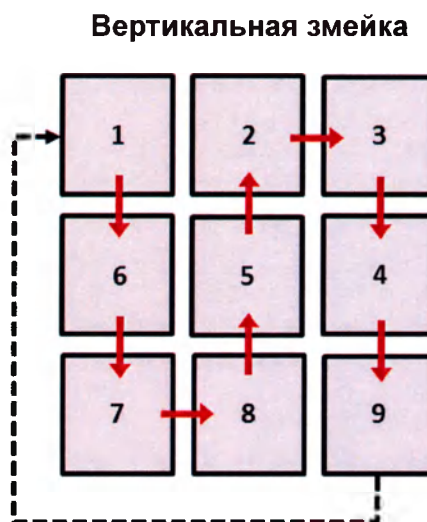

Рис. 26: Цикл № 1, Этап № 2: «Вертикальная змейка»
- Обрабатывайте каждый сектор зоны (с 1 по 9) двумя наложенными импульсами «**Вертикальной змейкой**» (см. Рис. 26). Продолжайте обрабатывать каждый сектор зоны (с 1 по 9) одним наложенным импульсом «**Вертикальной змейкой**» до тех пор, пока общая длительность процедуры не достигнет пяти минут.